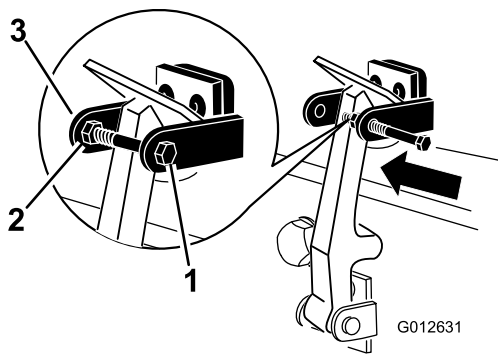

图 8
8. 将螺栓安装到机罩锁定支架的另一个臂直至将门锁锁定到位 图 8。